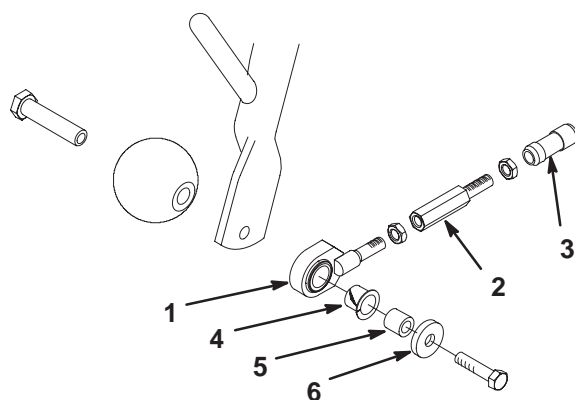

Figure 7
1. À l'aide d'un arbre, d'une entretoise, d'une rondelle et d'une vis, montez un rouleau anti-scalp et un ensemble tirant à l'extrémité extérieure de chaque bâti porteur avant (Fig. 7). Assurez-vous que la bague en nylon est engagée dans le tirant.